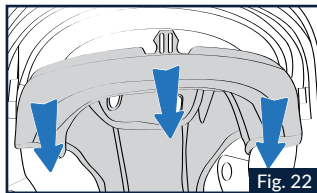

Fig. 22
3.2 Agarre la zona frontal izquierda del acolchado interior y tire de ella hacia arriba para extraer la respectiva lengüeta del acolchado interior del soporte fijado a la calota interna de poliestireno (Fig. 22). A continuación, repita la operación con la lengüeta frontal central y con la derecha.
4.2 Introduzca la lengüeta frontal central del acolchado interior en el asiento correspondiente presente en el soporte fijado a la calota interna de poliestireno y empújela hacia abajo hasta que quede completamente enganchada (Fig. 22). Repita la operación con la lengüeta izquierda y la derecha comprobando que los extremos laterales del acolchado interior estén colocados entre los pequeños bastidores laterales exteriores y la calota interna de poliestireno.